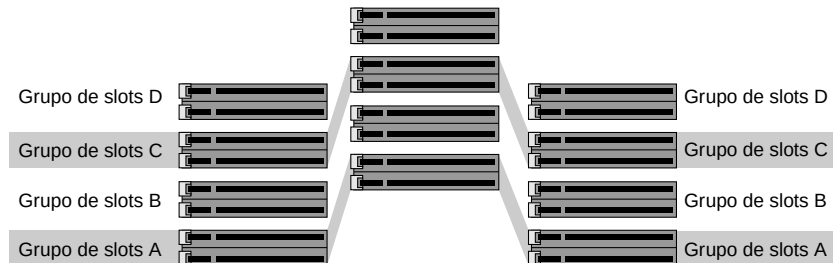

Figura 3-1 Mapa dos grupos de slots de DIMMs
- A estação de trabalho visual Silicon Graphics 540 contém quatro grupos de slots de DIMMs ou memória: A, B, C e D. Veja a Figura 3-1.
- Cada grupo de slots está vazio ou contém seis DIMMs do mesmo tipo e capacidade. Veja a Figura 3-1.